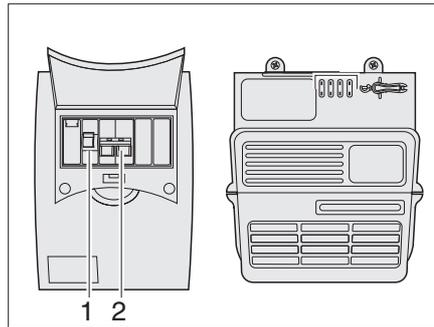

Bild 103 230-V-Sicherungskasten
Die Hauptsicherung (Bild 103,2) sichert den 230-V-Eingangsstrom mit max. 10 A ab. Zusätzlich befindet sich ein Fehlerstromschutzschalter (Bild 103,1) im Sicherungskasten.
- 230-V-Leitungsschutzschalter (siehe Bild 103) und Hauptschalter Batterie (siehe Bild 96) kurz ein- und ausschalten, um den Stromfluss zu unterbrechen.